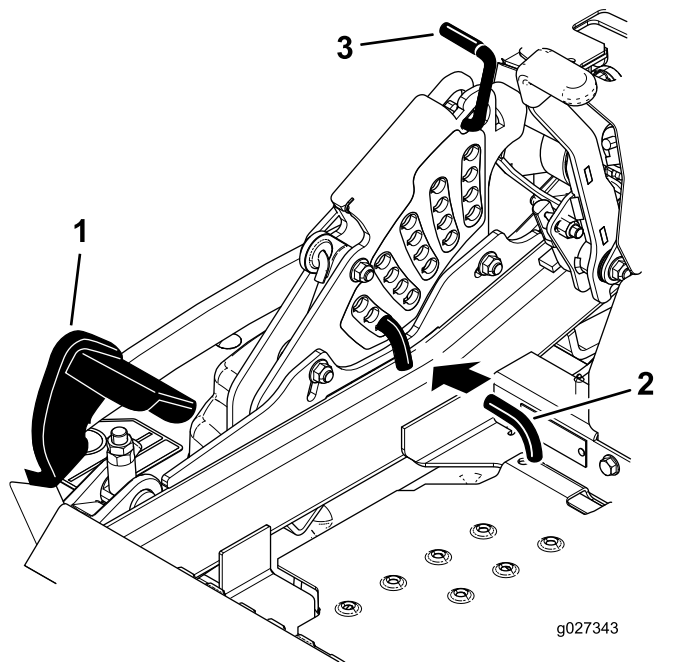

Figura 30
2. Pise el pedal de elevación de la carcasa y eleve la carcasa a la posición de transporte (que es también la posición de altura de corte de 140 mm), tal y como se muestra en la Figura 30.
3. Para ajustar la altura de corte, gire el pasador 90 grados y retire el pasador del soporte de altura de corte (Figura 30).
4. Seleccione el taladro del soporte de altura de corte que corresponde a la altura de corte deseada, e inserte el pasador (Figura 30).